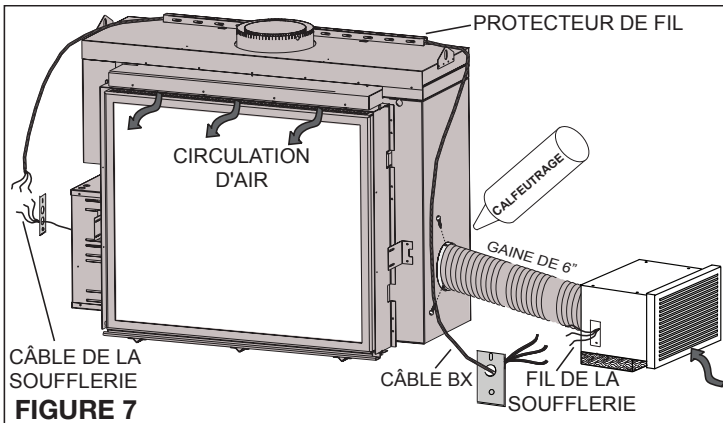

FIGURE 7
Once all connections are made, reinstall the junction box covers, the control box top plate, and the wire shield. **FIGURE 7**
- Connect the 6" liner to the fireplace and blower collars. Secure using 3 screws on each end and seal with caulking. **FIGURE 7**
Quand tous les branchements sont faits, réinstallez les couvercles des boîtes de dérivation, la plaque supérieure de la boîte de contrôle et le protecteur de câble. **FIGURE 7**
- Branchez la gaine de 6" au foyer et aux collets de la soufflerie. Fixez chaque bout à l'aide de 3 vis et scellez avec du calfeutrant. **FIGURE 7**